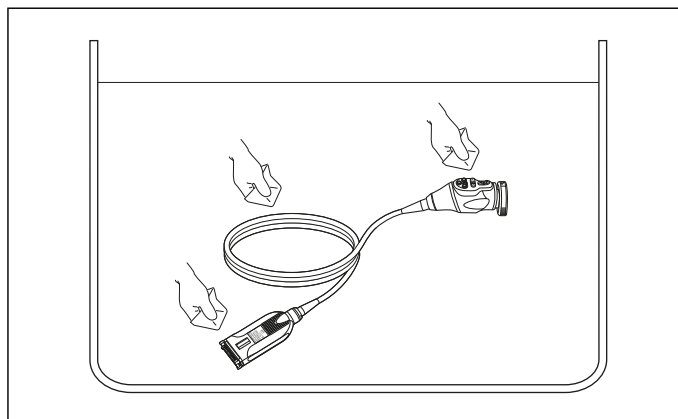

Figura 5.8
- 1** Ștergeți bine toate suprafețele exterioare ale întregului cap de cameră cu lavete fără scame sau bureți în timp ce este scufundat în soluție de detergent. (Vezi figura 5.8)
- 3** Ștergeți toate suprafețele exterioare ale întregului cap de cameră cu lavete fără scame sau bureți în timp ce este scufundat în apă. (Vezi figura 5.8)
- 7** Ștergeți suprafața exterioară ale întregului cap de cameră folosind lavete fără scame, în timp ce este scufundat în soluție de dezinfectant. (Vezi figura 5.8)
- 3 Ștergeți toate suprafețele exterioare ale întregului cap de cameră cu lavete sterile, fără scame. (Vezi figura 5.8)